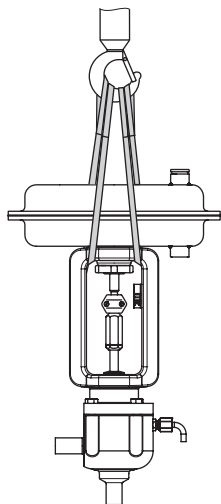
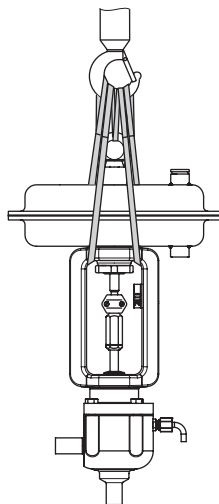
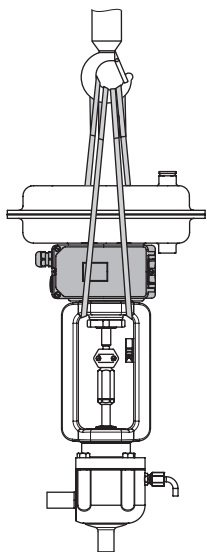
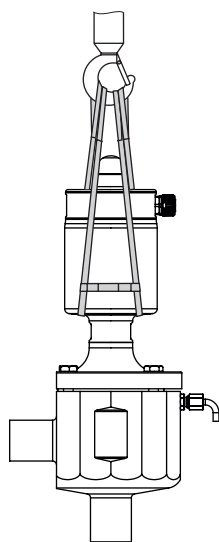

Рис. 6: Тип 3349 с Тип 3271 без подъемного рыма
Рис. 7: Тип 3349 с Тип 3271 и подъемным рымом
Рис. 8: Тип 3349 с Тип 3277 без подъемного рыма
Рис. 9: Тип 3349/3379
- Используйте крюк с предохранительной защёлкой (см. Рис. 6-Рис. 9) для фиксации строп от соскальзывания с крюка при подъёме и транспортировке.
1. **С Тип 3271 или 3277:** аккуратно проведите две стропы вокруг фланца и прикрепите их к такелажному оборудованию крана или вилочного погрузчика (см. Рис. 6, Рис. 7 и Рис. 8). Убедитесь в исправности штока привода и навесного оборудования.
При исполнениях привода с подъёмным рымом прикрепите дополнительную стропу к подъёмному рыму и к такелажному оборудованию крана или вилочного погрузчика (см. Рис. 7).